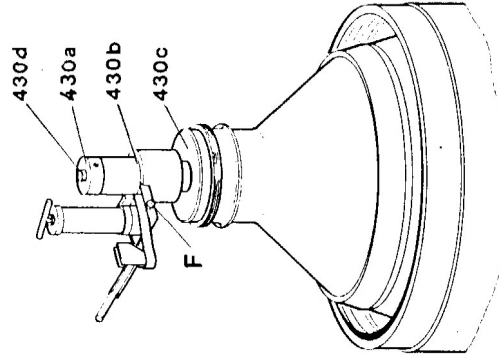

Bild 4/3b
- Bolzen 430d so weit in Verteiler schrauben, daß der Abstand zwischen Gewindeanfang des Bolzens und Oberkante des Greiferrohres 32 - 35 mm beträgt (Bild 4/10).